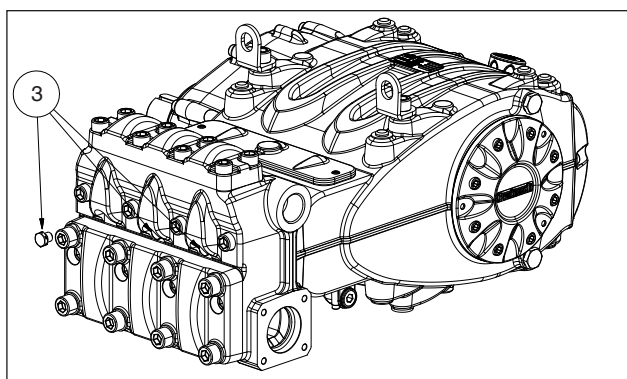

Fig. 11
En caso de anomalías de cebado por alimentación insuficiente, es posible desmontar los tres tapones frontales del cabezal como se indica en la pos. ③ Fig. 11.